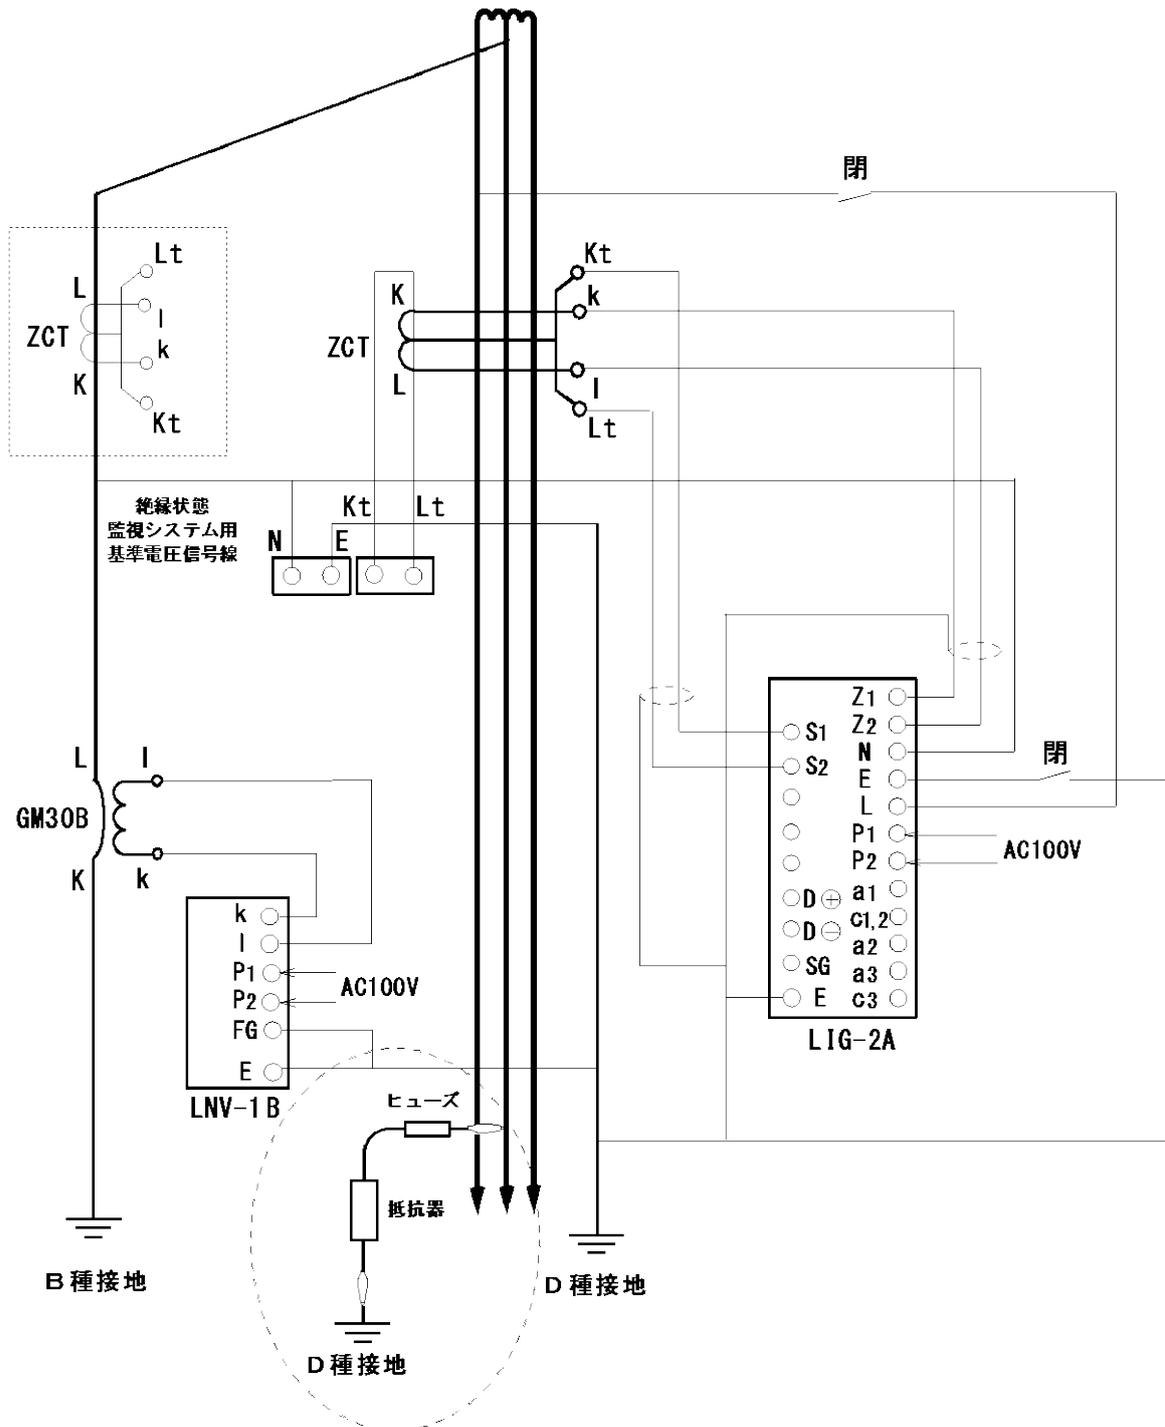

図 8-1 LIG-2A 実際の試験回路例
- ③ 図 8-1 のように、試験を行う LIG-2A の ZCT 負荷側電路の、接地相と接地間(A～D 種どの接地でも可能)に可変抵抗を接続します。
- ④ 可変抵抗を接続するとその抵抗値に応じた電流が流れ、約 20 秒の時間差をもって、LIG-2A の計測表示部分に Igr 値が表示されます。
- ⑤ LIG-2A の計測表示部に表示された Igr 値を確認しながら、可変抵抗値の抵抗値を徐々に減少させ、LIG-2A を動作させます。
- ⑥ LIG-2A が動作したときの可変抵抗の抵抗値(Rg)を測定します。
- ⑦ 試験を行った電路の対地電圧(V)を、測定した抵抗値(Rg)で除し(Igr=V/Rg)、LIG-2A の絶縁監視部の動作電流値(Igr)を求めます。